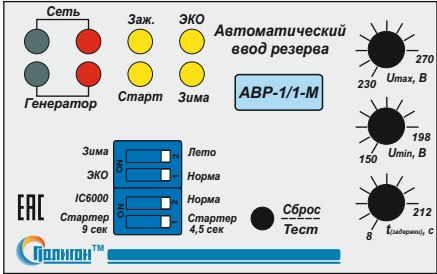

Рис.1. Внешний вид блока «ABP-1/1-M»
3.2. На передней панели блока индикаторы состояния сети, работы генератора и индикаторы состояния реле, регуляторы U_{max}, U_{min}, времени задержки, кнопка сброса ошибки генератора / запуска теста генератора, переключатели режимов (Рис. 1).